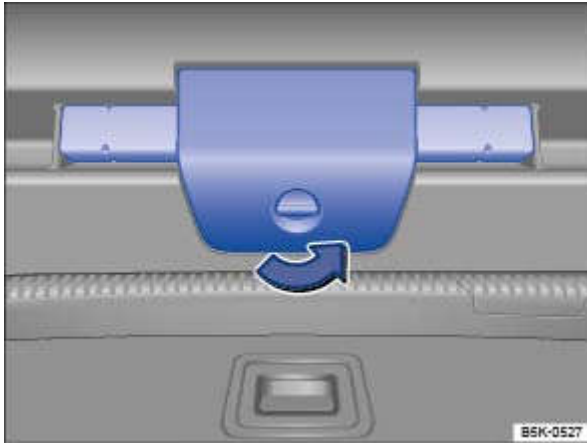

Fig. 249 Dans le capot arrière : support du triangle de présignalisation
- Tournez le verrouillage du support du triangle de présignalisation de 90° dans le sens de la flèche → Fig. 249 .